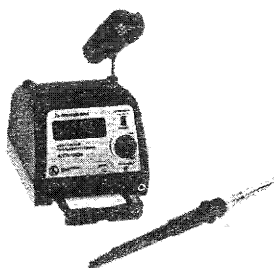

Рис. 1.13. Паяльная станция
- опытные радиолюбители и профессиональные радиомонтажники могут приобрести паяльные инструменты нового поколения, например современную паяльную станцию с антистатической защитой и цифровой индикацией температуры паяльника (рис. 1.13). Подобные инструменты рекомендуются для монтажа полевых транзисторов и микросхем, выполненных по КМОП технологии;